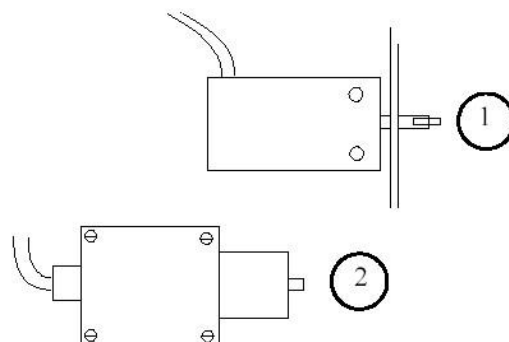

Fig. 55
2. Dévisser les vis de fixage et enlever l'enclenchement de la butée de fin de course (Fig. 55/1-2).